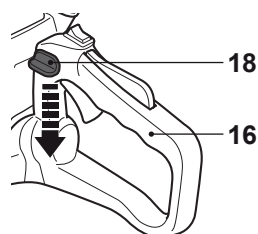

Fig. 3
- > Poussez vers le bas le bouton de déblocage [18] et maintenez-le dans sa position basse (Fig. 3).